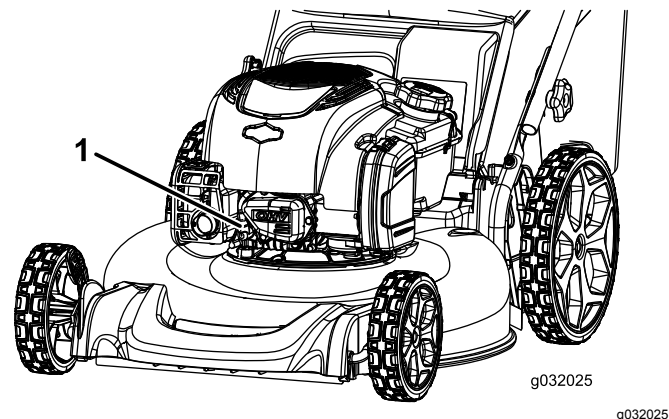

**Figura 18**
2. Desconecte el cable de la bujía (Figura 18).